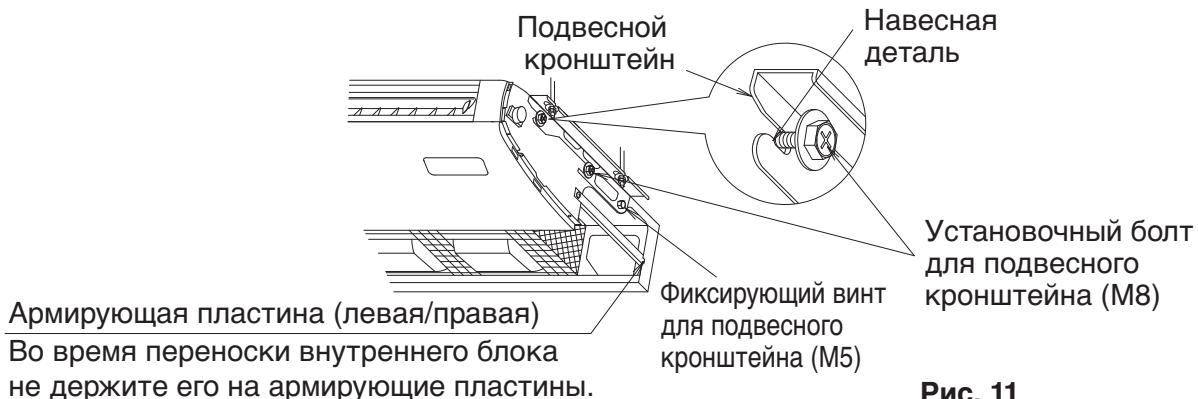

Рис. 11
- (2) Поднимите внутренний блок. Навесьте его, продвинув вперед, и вставьте подвесной установочный болт (M8) для временного фиксирования блока. (См. рис. 11)
- (3) Затяните винты (M5), крепящие кронштейн, в двух местах, там, где они были ослаблены. (См. рис. 11)
- (4) Затяните болты (M8), крепящие подвесной кронштейн, в 4 местах. (См. рис. 11)